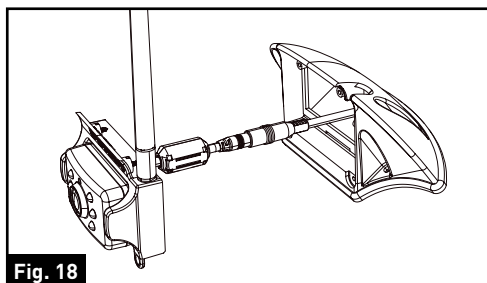

Fig. 18
10. Coloque los cables y conexiones conectados en la carcasa del soporte colocando primero el cable a la derecha. (Fig. 18)